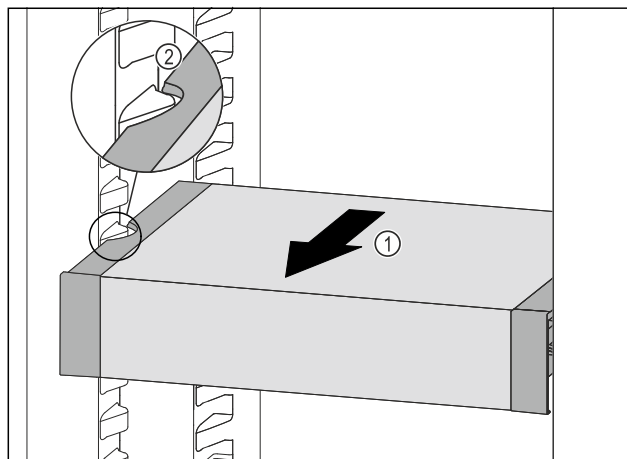

Fig. 216
- ▶ Húzza előrefelé a VarioSafe fiókot annyira Fig. 216 (1), hogy a VarioSafe oldalsó kivágásai a hűtőrészben a tartó-borda magasságában legyenek. Fig. 216 (2)